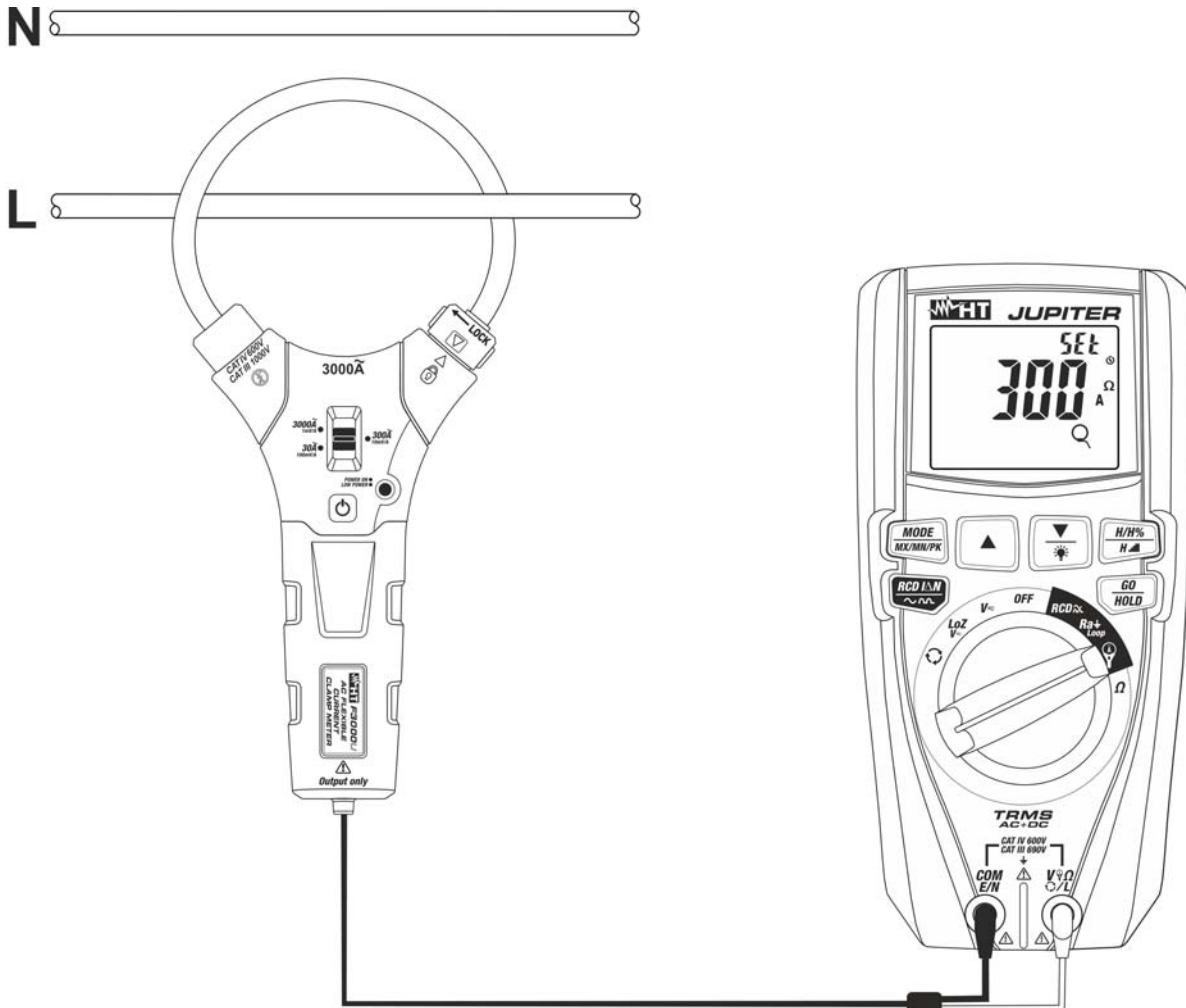
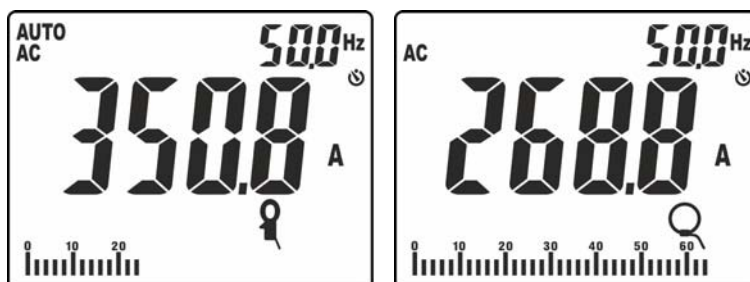

Fig. 38: Uso del instrumento para medida de corriente con transductor de pinza
Fig. 39: Resultado medida de corriente CA con pinza estándar o flexible
8. Inserte el cable en el centro del toroidal (ver Fig. 38). El valor de la corriente se muestra en la Fig. 39